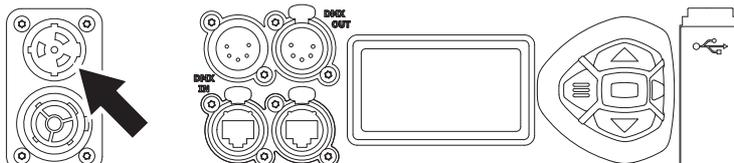
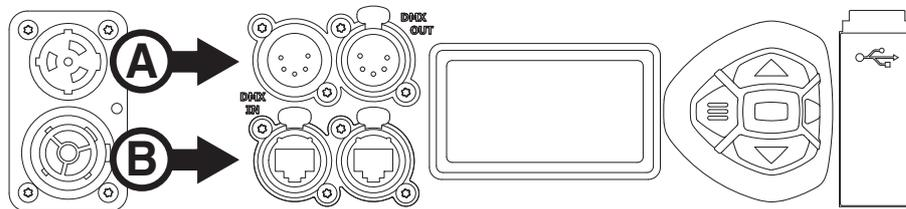

Bild 7: Mains input socket
Bild 8: Data connections
2. Siehe Bild 7. Richten Sie die Führung der TRUE1
Der MAC Allure Wash PC ist mit 5-poligen DMX-Verbindern für DMX- und RDM-Signale ausgestattet (siehe **A** in Bild 8). Die Pinbelegung ist wie folgt:
Der MAC Allure Wash PC ist mit Neutrik etherCON Datenanschlüssen ausgestattet (**B** in Bild 8). Er akzeptiert DMX und RDM Daten per Art-Net und sACN und das Martin P3 Videoprotokoll (siehe Bild 7 auf Seite 11). Jeder Netzwerkanschluss kann als Datenein- oder -ausgang verwendet werden.